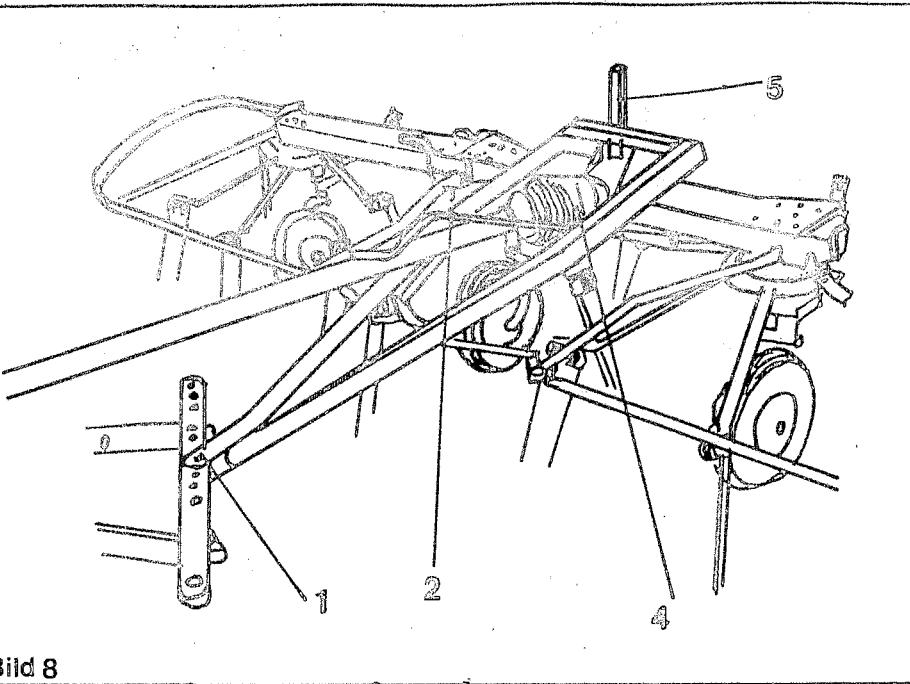

Bild 8
7. Fäll ned och lås stödfoten (bild 8 pos 5) innan maskinen kopplas loss från traktorn.
1. Mettere in posizione orizzontale i giranti tramite il registro a vite (fig. 8 pos. 2).
7. Abbassare il piedino di appoggio prima di staccare la macchina dal trattore (fig. 8, pos.5).
5. Abstellstütze (Bild 8, Pos.5) hochstellen und sichern.
5. Lever la béquille (Fig. 8, rep. 5) et la bloquer.
5. Place the parking support in its upper position (Fig. 8, item 5).
5. De stennpoot omhoogbrengen en vastzetten (afb. 8, pos. 5).
5. Lyft upp och lås stödfoten (bild 8 pos 5).
5. L'asta di appoggio mettere in posizione di lavoro e sicurarla (fig.8, pos.5).
4. Vor dem Abhängen des Turboheuers die Abstellstütze (Bild 8, Pos.5) nach unten schieben und sichern.
4. Avant de décrocher le turbofaneur, pousser la bâquille(Fig. 8, rep.5) vers le bas et la bloquer.
4. Before disconnecting the rotary haymaker, push the parking support down (Fig.8, item5) and secure it.
4. Voor het afkoppelen van de turbohooimachine deiteunpoot (afb.8, pos.5) omlaag schuiven en vastzetten.
4. Fäll ned och lås stödfoten (bild 8 pos 5) innan hövändaren lossas från traktorn.
4. Abbassare l'asta di sostegno prima di sganciare la macchina (fig.8, pos.5).
Der Turboheuer wird sowohl in Transport- als auch in Arbeitsstellung möglichst in der Mitte der Ackerschiene des Schleppers angehängt (Bild 8, Pos.1). Sichern des Steckbolzens mit dem Vorstecker nicht vergessen! Die Ackerschiene muß fixiert sein und darf nicht ausweichen können.
Atteler le turbofaneur, autant que possible au centre de la barre d'attelage du tracteur (Fig. 8, rep.1) aussi bien que en position de transport qu'en position de travail. Ne pas oublier de bloquer l'axe d'attelage au moyen du circlip. La barre d'attelage doit être fixée et ne doit pas pouvoir bouger.
De turbohooimachine wordt zowel in de transport- als in de werkstand zo veel mogelijk in het midden van de trekstangbalk van de trekker bevestigd (afb. 8, pos.1). Niet vergeten de trekbout te borgen!
Hövändaren skall såväl i transport- som i arbetsläge kopplas i dragbommens centrum (bild 8 pos 1). Glöm inte att låsa dragbulten med läspinnen. Dragbommen måste stabiliseras så att den inte kan svänga i sidled.
Montare possibilmente in centro del trattore, sia nella posizione di lavoro come nella posizione di trasporto (Fig. 8, pos.1). Sicurare il perno di traino tramite lo spinotto. Bloccare i due tiranti inferiori del trattore.
1. Den Gelenkwellenschutz am Getriebe des Turboheuers abnehmen (Bild 8, Pos.4).
1. Oter la protection de l'arbre de prise de force sur le mécanisme du turbofaneur (Fig. 8, rep.4).
1. Remove the p.t.o. guard from the gearbox of the rotary haymaker (Fig. 8, item 4).
1. De tussenasbeveiliging aan de aandrijving van de turbohooimachine verwijderen (afb. 8, pos.4).
1. Ta bort skyddet på kraftuttaget på hövändarens växellåda (bild 8 pos4).
1. Togliere la protezione per il cardano (fig. 8, pos.4).